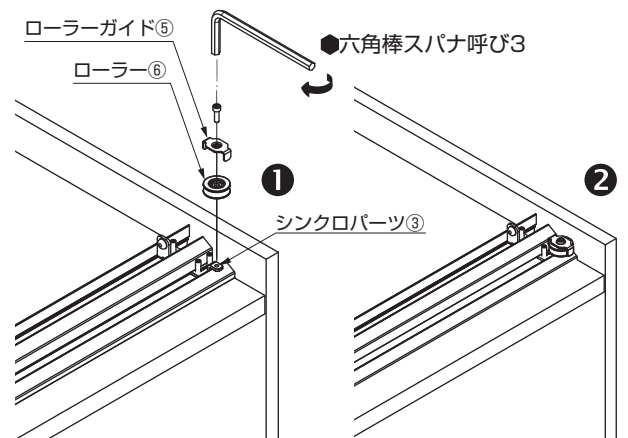

図 2-4-1
(1) シンクロパーツ③の上に、図2-4-1のようにローラー⑥、ローラーガイド⑤の順に置き、ねじで固定してください。上用のレール(⑱または⑳)の左右両側とも行なってください。